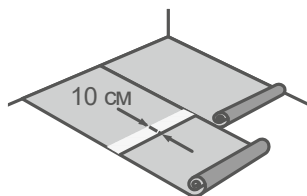

Рисунок 7
- 10.4.2 В случае стыковки двух рулонов пены по торцам необходимо укладывать пену с нахлёстом 10 см (см. Рисунок 7).